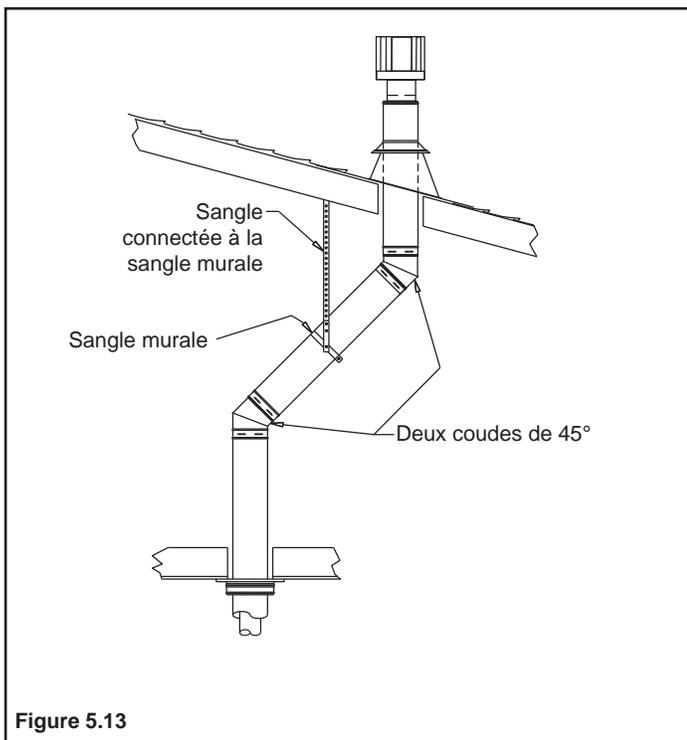

Figure 5.13
Placez l'appareil au gaz à l'emplacement désiré. Descendez un fil à plomb du plafond jusqu'à l'emplacement de l'orifice du tuyau de l'appareil et marquez l'endroit où le tuyau entrera dans le plafond. Percez un petit trou à cet endroit. Descendez ensuite un fil à plomb depuis le toit jusqu'au trou percé précédemment dans le plafond, et marquez le point où le tuyau entrera dans le toit. Vérifiez qu'aucune solive, aucun chevron ou aucun autre structure du plafond n'empêche le passage du conduit de fumée. Vous pourriez vouloir déplacer l'appareil ou le décaler comme montrer à la **Figure 5.13 à la page 16,** afin d'éviter les membres porteurs. Lorsque l'emplacement est déterminé, percez un petit trou.
- (1) Si un dévoiement est nécessaire dans le grenier pour éviter des obstacles, le conduit doit être supporté tous les 3 pi (91 cm) pour éviter de soumettre les coudes à des contraintes trop grandes risquant de provoquer une séparation. Des brides de fixation murales sont disponibles à cette fin, **Figure 5.13**.
- (2) Si possible, utilisez des coudes de 45° au lieu de coudes de 90°. Le coude de 45° freine moins le flux des gaz et l'entrée d'air.
Remarque : Pour les installations verticales à plusieurs niveaux, un pare-feu de plafond est requis au deuxième niveau et à tous les étages suivants (**Figure 5.17**). L'ouverture doit être encadrée dans des dimensions intérieures de 10 po x 10 po (25,4 cm x 25,4 cm), de la même façon qu'il est montré sur la **Figure 5.13 à la page 16**.